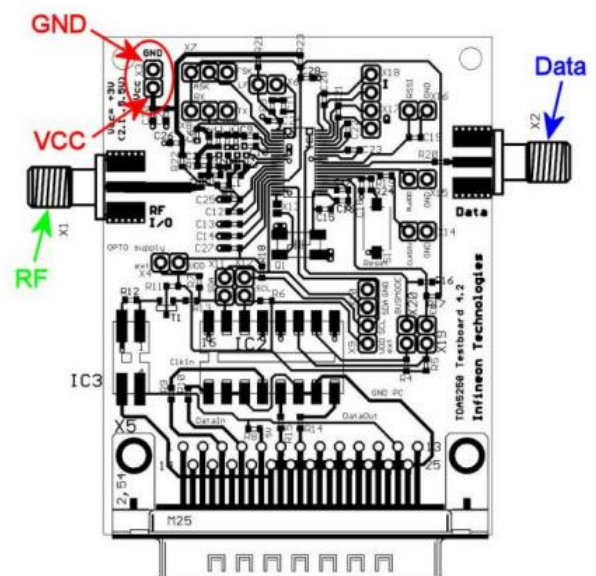

图 3：连接器
- 将 3V 电源电压（2.1V 至 5V）施加至连接器 X3（极性参见下方图 3 或数据手册图 4-4）。
- 若选择了 RX 模式（通过 RX/TX 跳线），将一根天线或射频信号发生器连接到 50 Ω 射频连接器上（X1；参见下方图 3 或数据手册图 4-4）。根据通过 ASK/FSK 多引脚连接器跳线选择的模式，使用 ASK 调制或 FSK 调制的射频信号。
- 若选择了 TX 模式（通过 RX/TX 跳线），将一根天线或可以测量频谱的频谱分析仪连接到 50 Ω 射频连接器（X1；参见图 3）。根据通过 ASK/FSK 多引脚连接器跳线选择的模式，使用 ASK 调制或 FSK 调制的射频信号。
- 若选择了 RX 模式（通过 RX/TX 跳线），将数据输入/输出（X2；参见图 3）连接至能够测定数据输出信号的示波器器件。
- 若选择了 TX-模式，则在数据输入/输出（X2；参见图 3）上施加一个数字信号、一个 PRBS9 序列或一个矩形信号即可。数据信号高、低电平参见数据手册。
- 必须通过连接器 X3 为 TDA525X 评估板提供 3V（2.1V 至 5V）的外接电源。X3 的极性亦参见图 3。
- 如果选择 RX-模式，则将一根天线或射频信号发生器连接到 50 Ω 射频连接器（X1；参见图 3）上。根据选择的模式，使用 ASK 调制或 FSK 调制的射频信号。
- n 若选择了 TX 模式（通过 RX/TX 跳线），将一根天线或可以测量频谱等的频谱分析仪连接到如 50 Ω 射频连接器（X1；参见图 3）。
- n 若选择了 RX 模式（通过 RX/TX 跳线），将数据输入/输出（X2；参见图 3）连接至能够测定数据信号的示波器等器件。
- n 若选择了 TX-模式，则在数据输入/输出（X2；参见图 3）上施加一个数字信号或一个矩形信号即可。数据信号高、低电平参见数据手册。